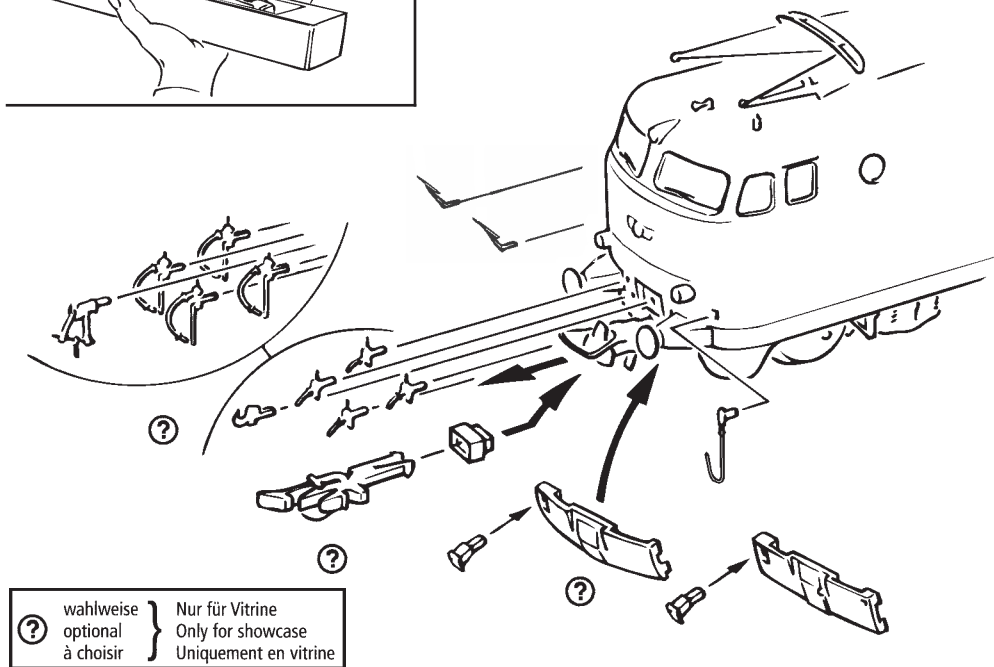
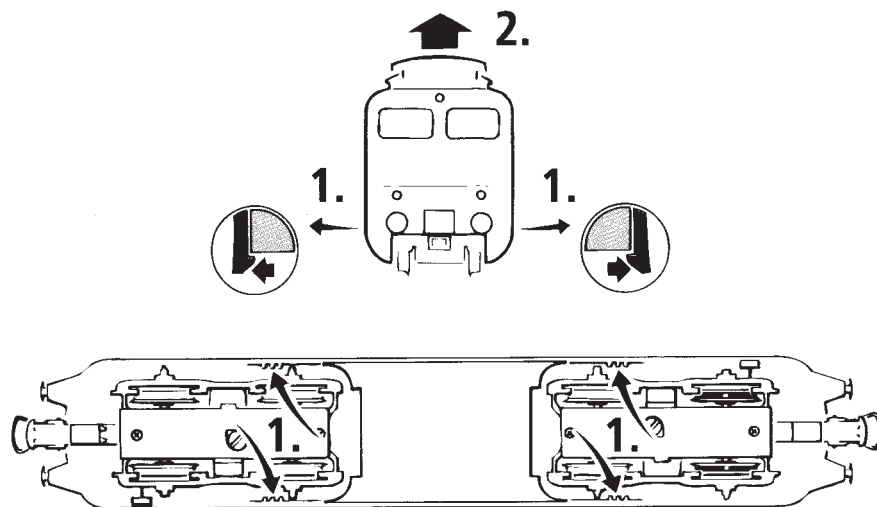
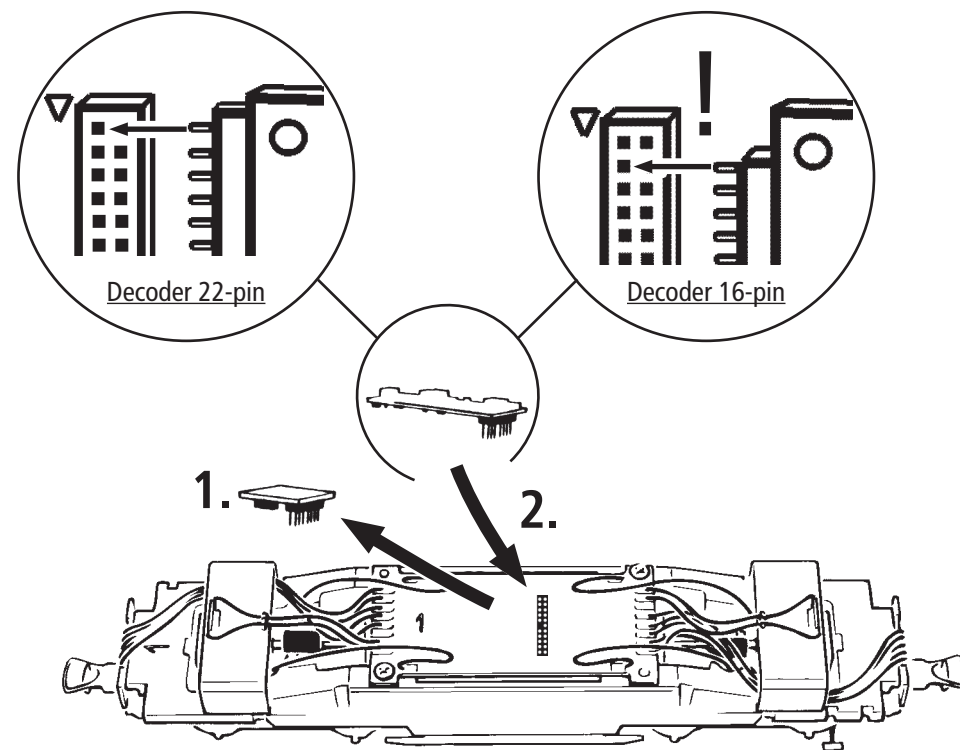

Fig. 3
Fig. 4
Fig. 5
Mehrzugbetrieb: Zuerst Lokgehäuse abnehmen (Fig. 3). Danach den Brückenstecker aus der Schnittstelle entfernen (diesen sorgsam aufbewahren). Danach den Stecker des Decoders lage-richtig einsetzen (Fig. 4).
2. Schmierung: Versehen Sie die im Schmierplan in Fig. 5 gekennzeichneten Stellen mit nur **kleinen Öltropfen**. Dazu zuerst das Lokgehäuse abnehmen (Fig. 3). Wir empfehlen den ROCO **Öler Art.-Nr. 10906**. Fürs Schmieren der Getriebeteile (Zahnräder, Schnecke) empfehlen wir das **ROCO-Spezialfett Art.-Nr. 10905**. Im Falle der Schmierung diese Teile **nicht ölen**.
4. Kohlebürstenwechsel: Lokgehäuse abnehmen (Fig. 3). Danach wird der Motor ausgebaut und die Kohlebürsten ausgewechselt (Fig. 9).
Running in digital mode: Remove the jumper from the interface. Finally put the plug of the decoder into the interface as shown in fig. 4.
2. Lubrication: Apply **tiny oil drops** to spots marked in fig. 5. Prior to lubrication dismantle locomotive (fig. 3). We recommend using item no. **10906, ROCO oiler**. For lubrication the gearparts (e.g. cogwheels, worm) we would recommend our ROCO **special grease** (item no. **10905**).
4. Carbon Brush Changing: First remove loco body (fig. 3), and then the motor (fig. 9).
Exploitation en télécommande multi-trains: Enlevez la fiche de shuntage de l'interface (à conserver!) et enfichez finalement la fiche de décodeur aux prises de l'interface. Veillez à la position correcte de la fiche (fig. 4).
2. Graissage: N'appliquez **qu'une tout petite goutte** aux endroits indiqués par le plan de graissage (fig. 5) après avoir démonté la caisse de la locomotive (fig. 3). Nous vous recommandons **le graisseur à huile ROCO réf. 10906**. Pour graisser les engrenages (roues dentées, vis sans fin) nous vous conseillons la **graisse spéciale ROCO réf. 10905** pour engrenages en matières synthétiques. Lorsque vous utilisez cette graisse il faut éviter d'huiler ces composants.
4. Remplacement des balais du moteur: Démontez la caisse (fig. 3). Démontez ensuite le moteur et échangez le balais (fig. 9).